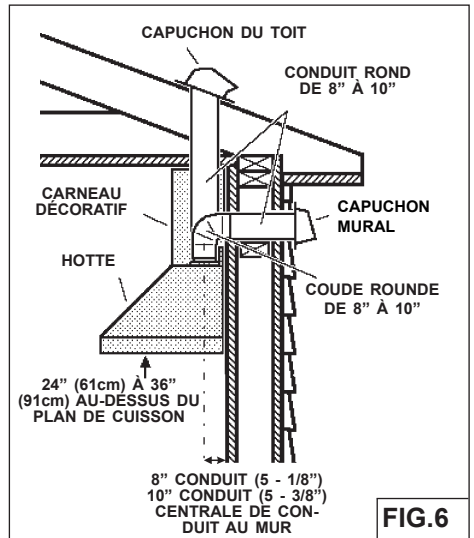

FIG.6
4. Installez un couvercle sur le toit ou au mur. Reliez un tuyau en métal rond de 8" WPP1Q (ou 10" WPP1QT) au couvercle et faites-le aller jusqu'à l'emplacement de votre hotte. Utiliser du ruban adhésif pour sceller les joints entre les sections de conduits (Fig.6).